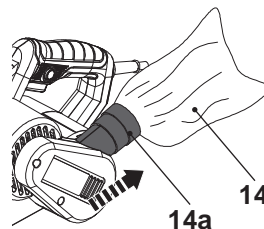

Fig. 8
3. Segure e puxe o conector do saco de poeira (14a) para remover o saco de poeira (14) (Fig. 8).